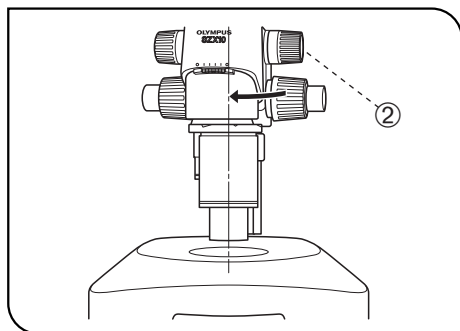

Fig. 31
2. Reponha o corpo do microscópio no caminho óptico da iluminação, soltando o botão de aperto do módulo de focagem ②, rodando cuidadosamente o corpo do microscópio no sentido da seta, alinhando visualmente a objectiva com o caminho óptico da iluminação e voltando a apertar o botão de aperto ②. (Fig. 31)